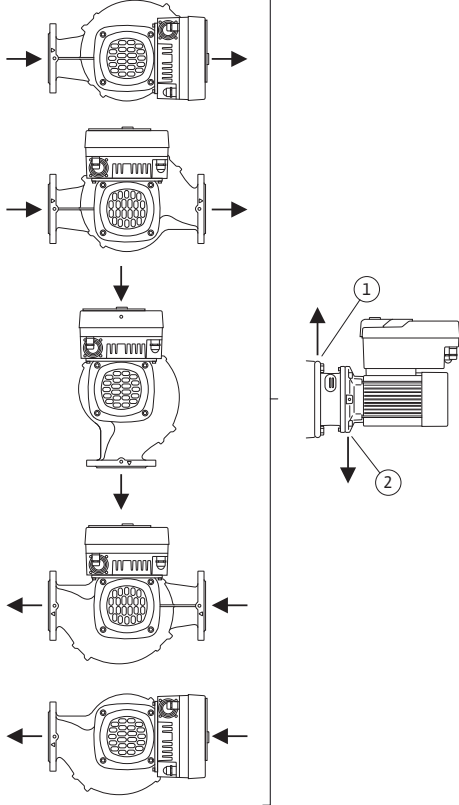

Fig. 16: Допустимі монтажні положення з горизонтальним розташуванням вала
- У випадку горизонтального розташування вала двигуна отвір для конденсату обов'язково має бути звернений донизу (Fig. 16, поз. 2). За необхідності двигун слід повернути.